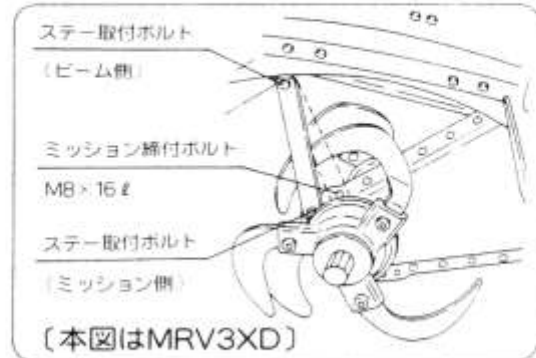

図55
❷ ステア取付ボルト(ビーム側)をゆるめてください。(図55)
❸ ステア取付ボルト(ミッション側)のボルトを取外してください。(図55)
❹ ミッション締付ボルト(M8×16ℓ)を外してください。(図55)